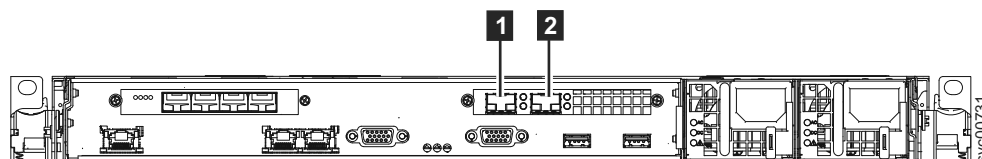

図 35. SAN ボリューム・コントローラー 2145-CG8 の背面にある 10 Gbps イーサネット・ポート
2. オプション: 10 Gbps イーサネット・フィーチャーが取り付けられている場合、イーサネット光ケーブルを 41 ページの図 35 に示すイーサネット・ポート 3 (1) およびイーサネット・ポート 4 (2) に接続することができます。